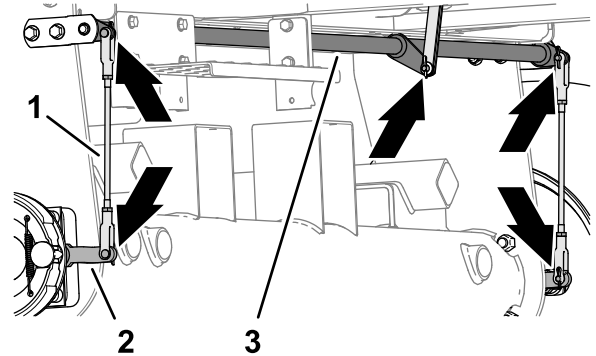

图 71
1. 检查左右制动杆总成图 71 是否损坏和磨损。
2. 检查制动枢轴图 71 是否损坏和磨损。